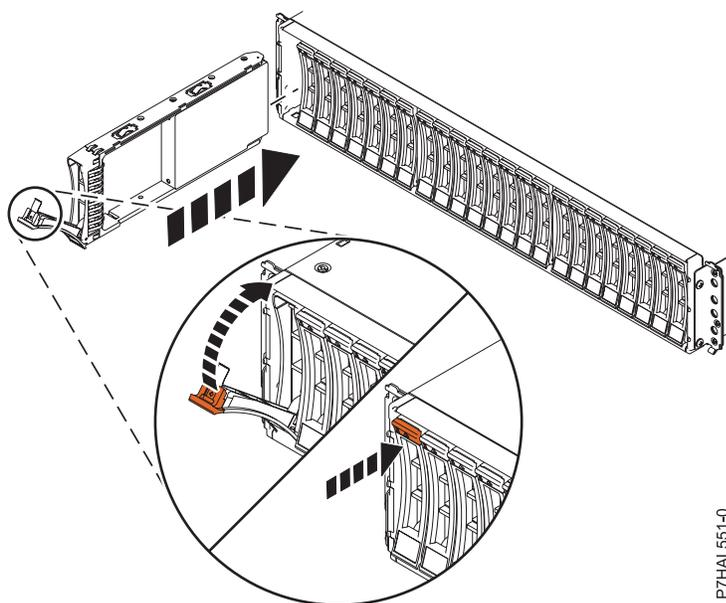

Figure 2. Installation de l'unité de disque dans le Boîtier d'unité de disque 58/87
1. Avec la poignée en position déverrouillée (voir figure 2) maintenez l'unité par le dessous pour l'aligner avec les rails de guidage dans l'unité d'extension.